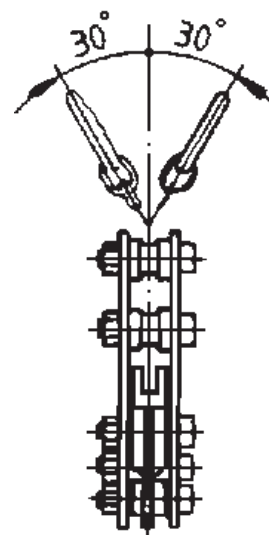

Fig. 3
- La cadena de acero de eslabones redondos permite el tiro lateral con un ángulo de hasta 30° (Fig. 3).